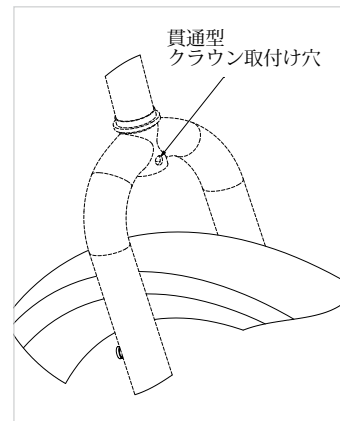

図 1
- フォークのクラウンには貫通した取り付け穴が必要です(図1)。